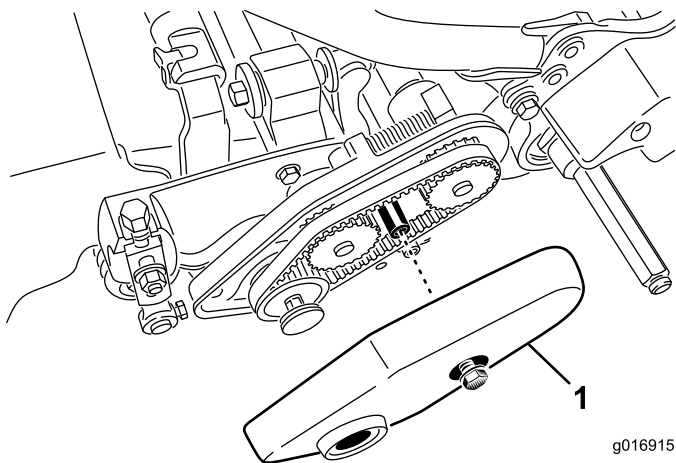

Figura 16
2. Afloje el perno que sujeta la cubierta de la correa y retire la cubierta de la correa para tener acceso a la correa (Figura 16).